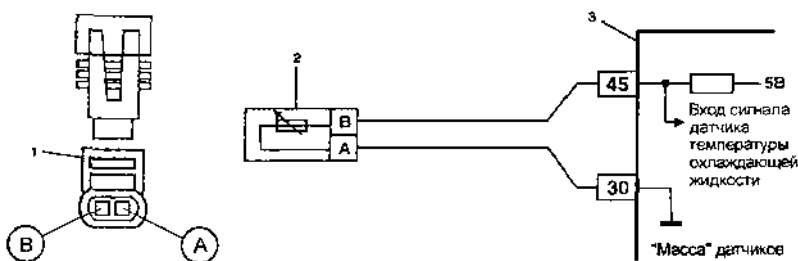

Рис. 3.3.1. Схема проверки датчика температуры охлаждающей жидкости:
3.3.2. Неисправность «несоответствие сигнала датчика температуры охлаждающей жидкости» (рис. 3.3.1)